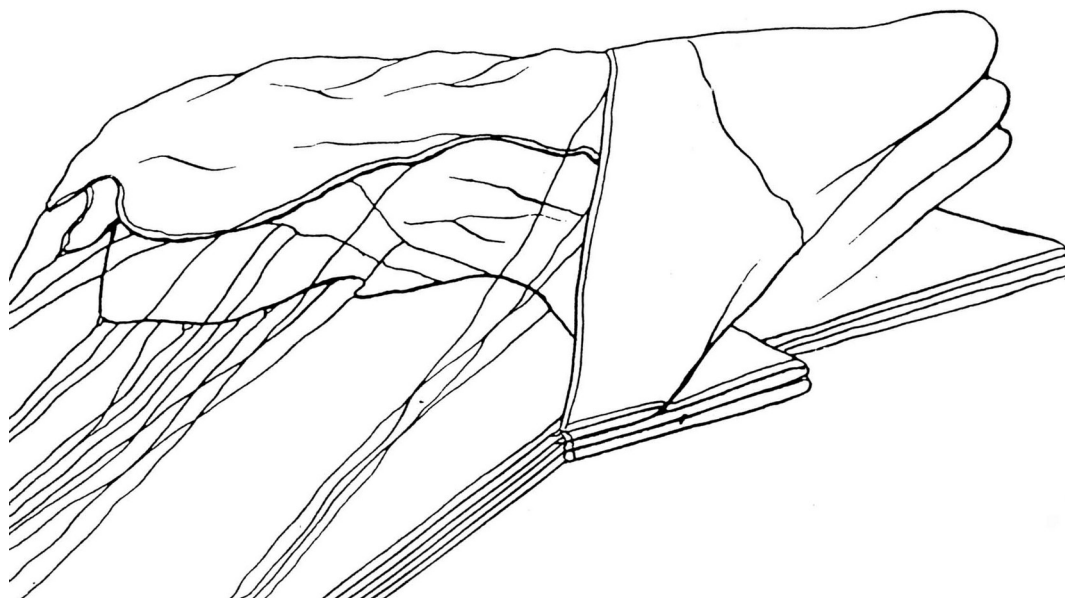

Рис. 19
3) расправить боковое полотнище между стропами второго и третьего, третьего и четвертого рядов (рис. 19);